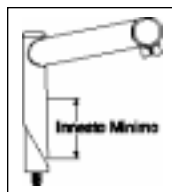

Fig.1
- Sui cannotti di sterzo filettati, inserire l'attacco manubrio fino alla profondità minima indicata dalle norme CPSC e JIS. L'attacco manubrio deve essere inserito ad una profondità di innesto minima non inferiore a 2,5 volte il diametro dell'estremità inferiore dell'attacco manubrio, non il cuneo (vedere fig.1).